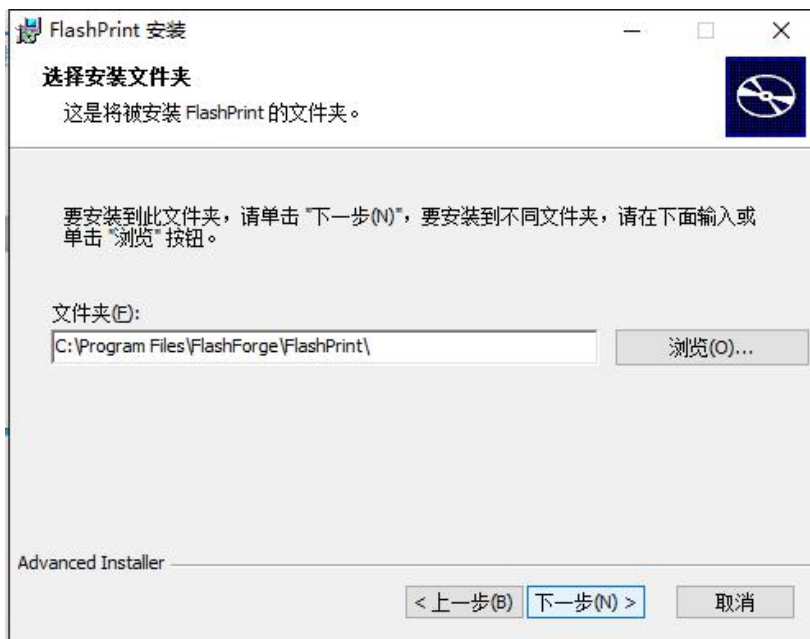

图 6-4
- ⑤ (图 6-4) 选择安装途径 (建议默认途径) , 随后点击[下一步]